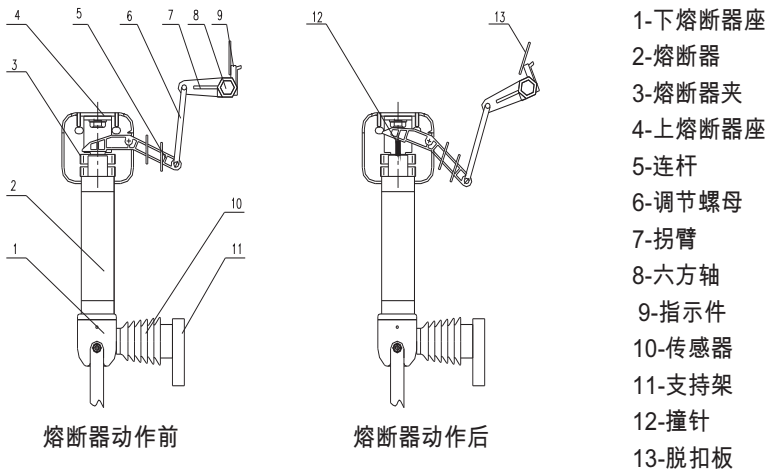

图5
7.2 熔断器撞击脱扣系统见图5，熔断器撞击器选用弹簧式，安装时带撞针一端必须向上。